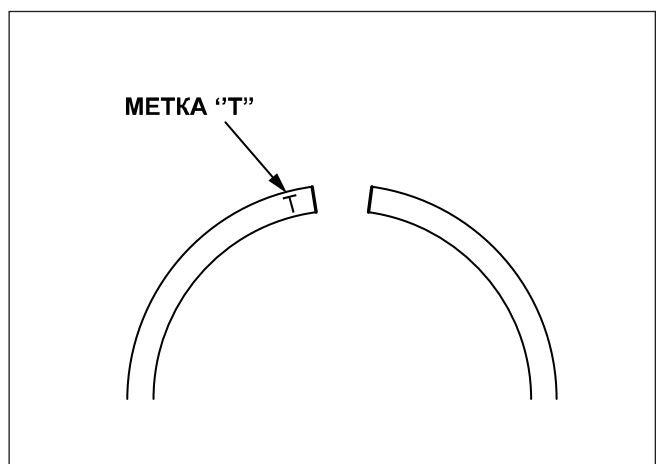

Рис. 5-27
- (1) Установить сначала маслосъемное кольцо, затем второе кольцо и верхнее кольцо. Расширять поршневые кольца лишь настолько, чтобы они могли сдвинуться по поршню в соответствующую канавку. Устанавливать второе кольцо вверх меткой, выбитой рядом с прорезью кольца (см. рис. 5-27).